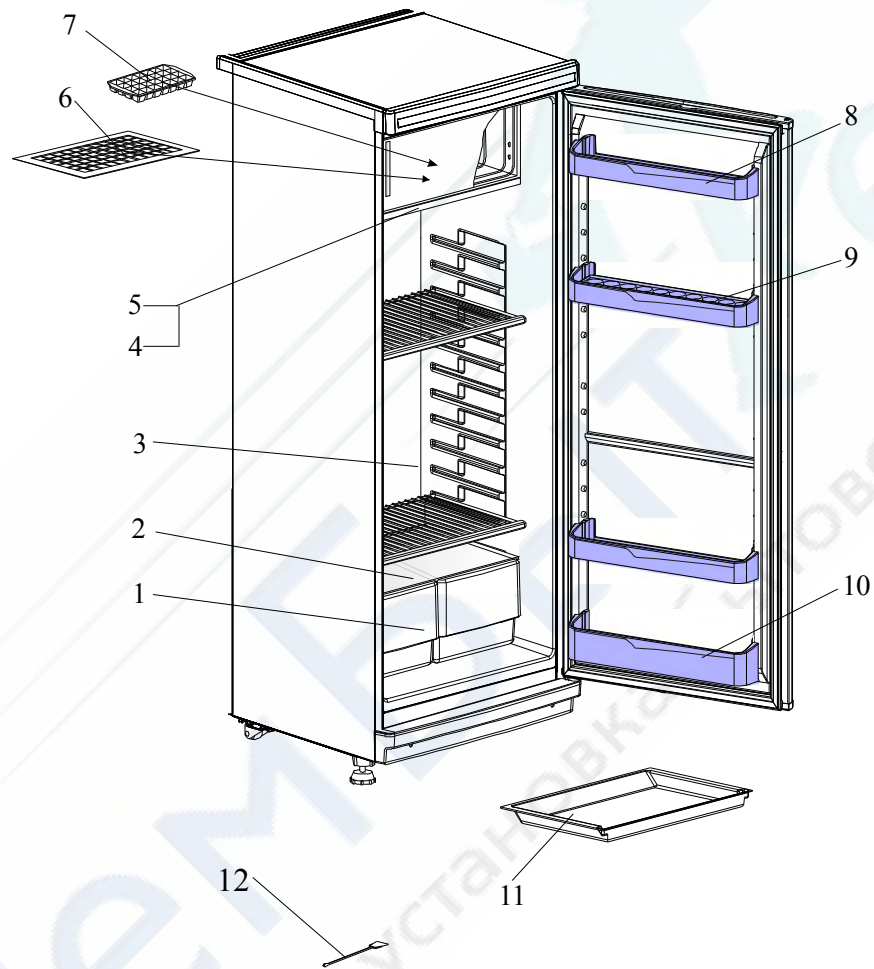

Рис.1 Расположение съемных деталей холодильника
При оттаивании холодильника сбор талой воды осуществляется по дренажной системе в сосуд для талой воды поз. 11 (рис.1).
- 6.6. Установите комплектующие изделия в холодильник согласно рис.1.
Помидоры, огурцы, перец, баклажаны, лимоны и другие овощи и фрукты хранить в сосудах 1 (рис.1). Бананы не следует хранить в холодильнике.